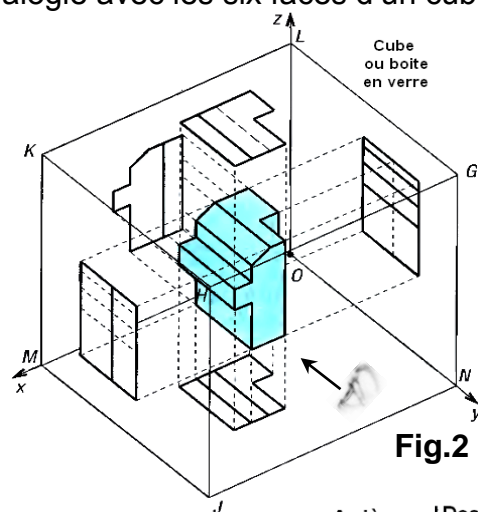

Fig.2
4.2- Système des projections orthogonales : (Fig.2)
Placer la pièce à dessiner au milieu des 6 faces d'un cube de projection. **Fig.2**